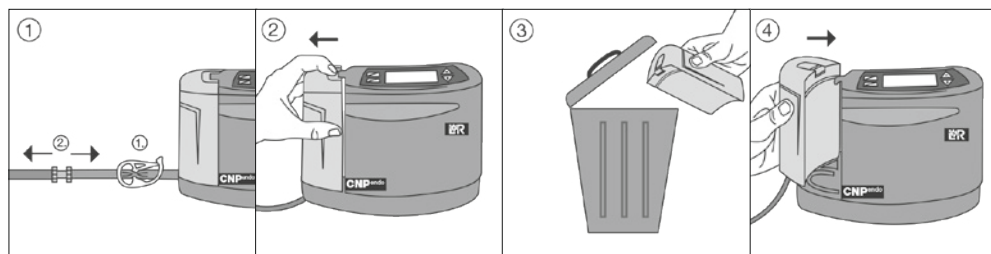

Fig. 4 Sostituzione del contenitore
2. Chiudere il tubo del contenitore dell'essudato mediante pinza serratubi (Fig. 4[1-1]).
4. Staccare il tubo del contenitore dell'essudato dal tubo di drenaggio (Fig. 4[1-2]).
5. Premere sul blocco superiore del contenitore monouso dell'essudato, mantenerlo premuto ed estrarre orizzontalmente dall'unità terapeutica il contenitore monouso dell'essudato (Fig. 4[2]).
6. Smaltire adeguatamente il contenitore monouso dell'essudato e il tubo del contenitore dell'essudato integrato (Fig. 4[3], vedere capitolo 7.3).
7. Fissare un nuovo contenitore monouso dell'essudato all'unità terapeutica. Prestare attenzione che il contenitore monouso dell'essudato sia ben fissato all'unità terapeutica (Fig. 4[4]).